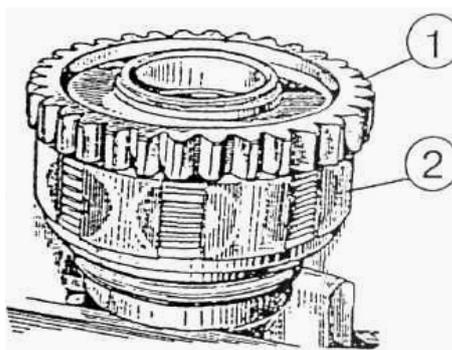

Рисунок 5.57
- 4.10) снимите с гидropоджимной муфты (2) (рисунок 5.57) шестерню (1);